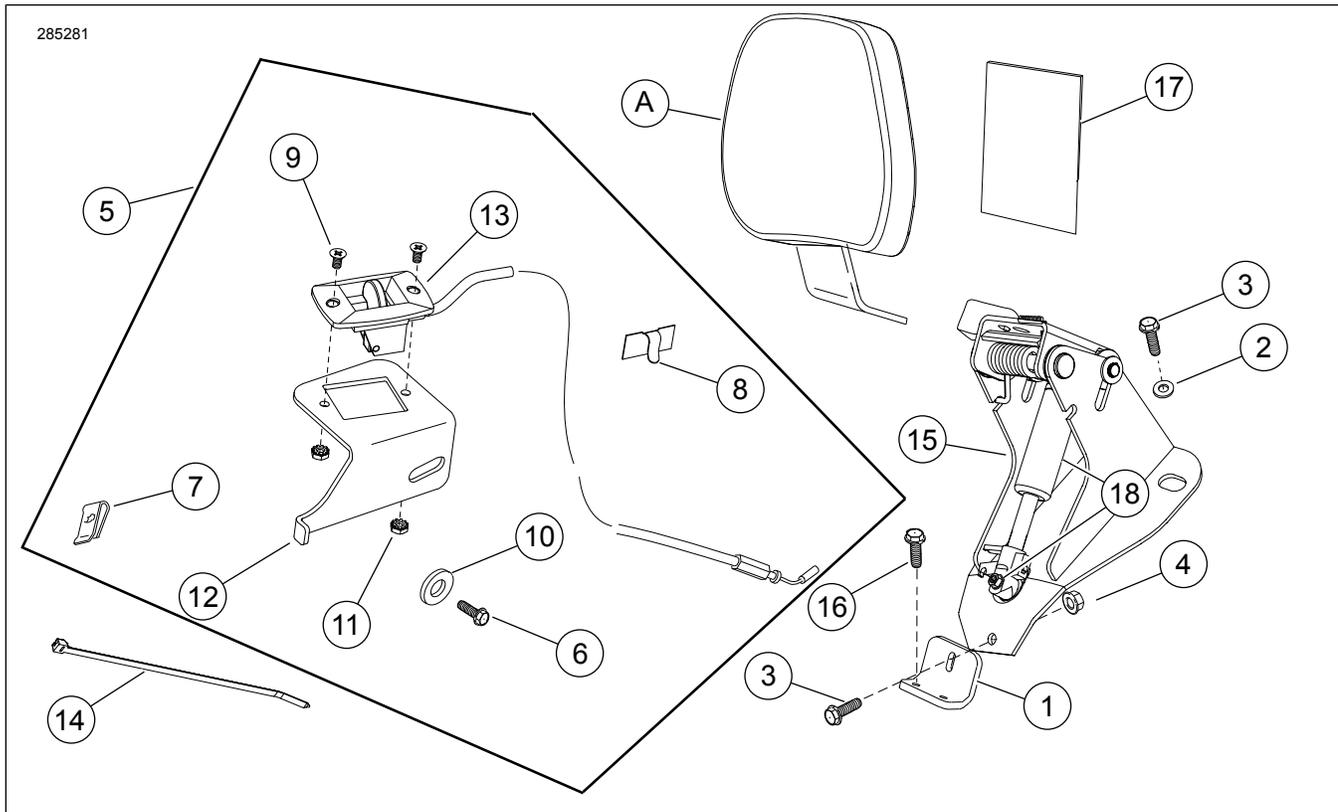

Abbildung 9. Ersatzteile: Befestigungsteilesatz für verstellbare FL-Fahrrücklehnen
Siehe Abbildung 9 > und Tabelle 1 >.
7. Abbildung 9 Den Verstellgriff mit Kabel (13) mit Schrauben (9) und Sicherungsmuttern (11) an der Verstellgriffhalterung (12) befestigen.
11. Abbildung 9 Clip mit Klebstoffrückseite (8) aus dem Satz bereitlegen. Den flachen Bereich der Halterung des Einstellungsgriffs ungefähr an der Stelle mit Isopropylalkohol reinigen, an der Originalclip des Zündkabels entfernt wurde. Den Clip an der Halterung anbringen und das Zündkabel und den Verdampferschlauch (falls vorhanden) durch den Clip führen. Den Clip schließen, um das Kabel und/oder den Schlauch sicher zu befestigen.
4. Abbildung 9 Den Sitzschutz (17) bereitlegen.